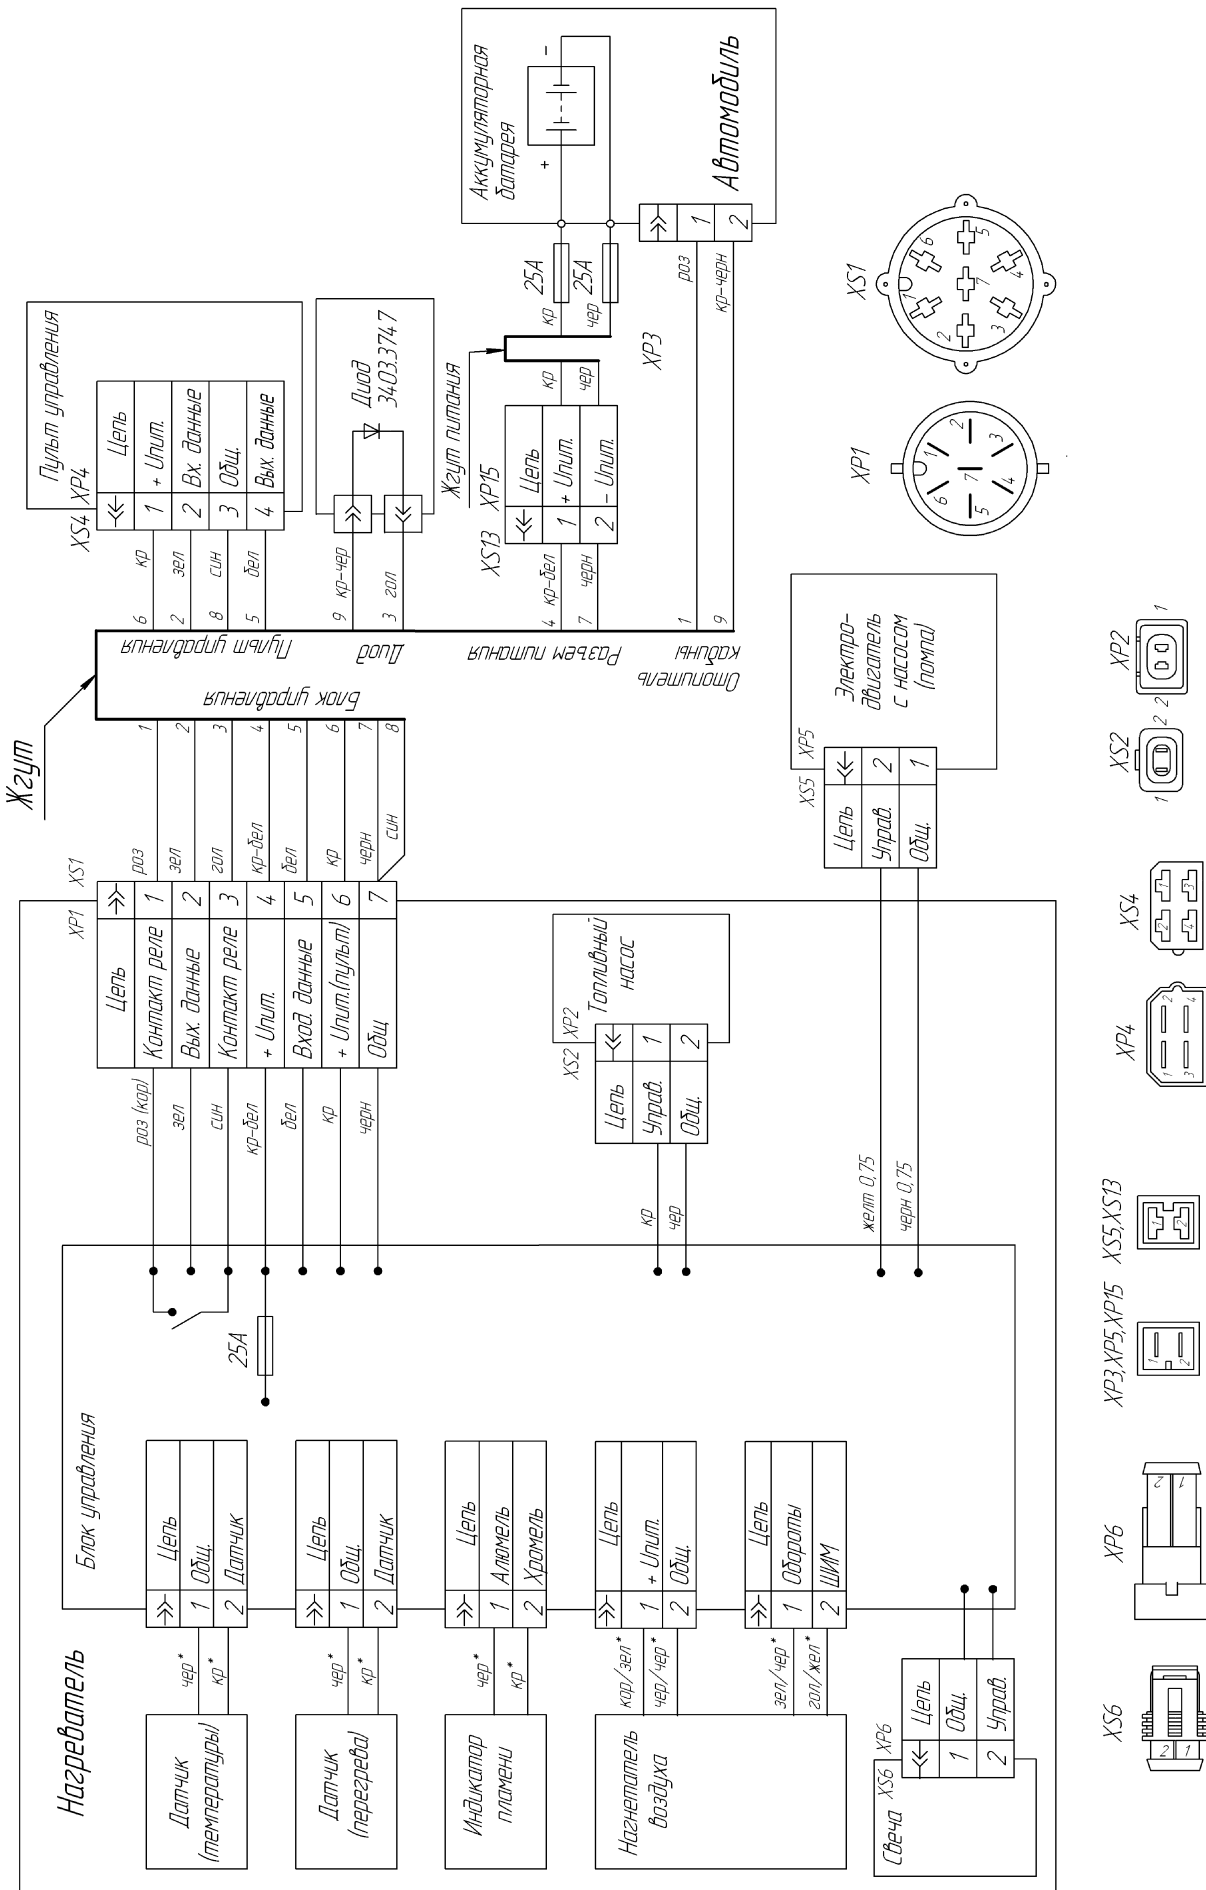

Рис. 1- Схема электрических соединений
Питание подогревателя электроэнергией осуществляется от автотранспортного средства. Схема электрических соединений подогревателя приведена на рис. 1.
8.1 Поиск неисправностей необходимо начать с проверки контактов разъемов проверяемых цепей (см. таблицу 2 и схему электрических соединений на рис. 1).